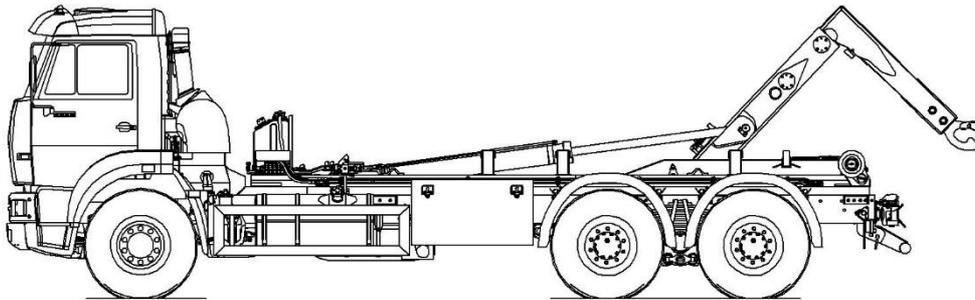

Рисунок 3.1 – Устройство в заднем положении
3.2.9 Если работа по обслуживанию выполняется под передней рамой, устройство надо переместить в заднее положение (рисунок 3.1).